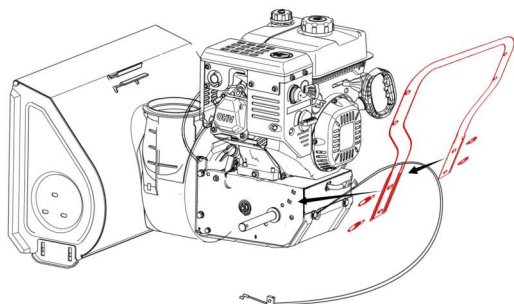

Рис. 1
- Установите нижнюю ручку на коробку передач с помощью кареточного болта, затяните их гаечным ключом (Рис. 1).